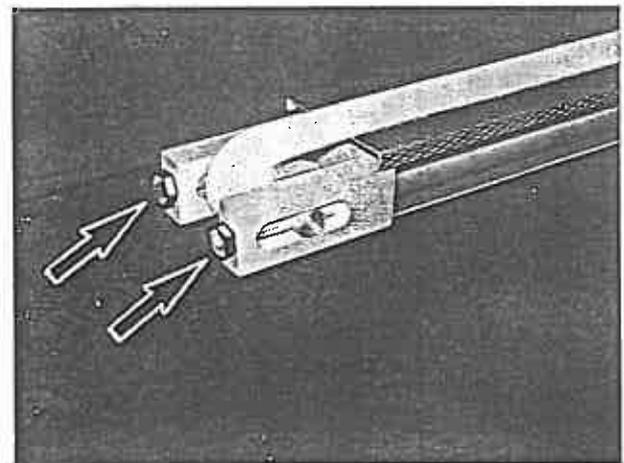

Bild 82
2. Zum Nachspannen Spannschrauben (Bild 82/ Pfeile) gleichmäßig so weit eindrehen, bis das Gurtband die richtige Spannung hat.